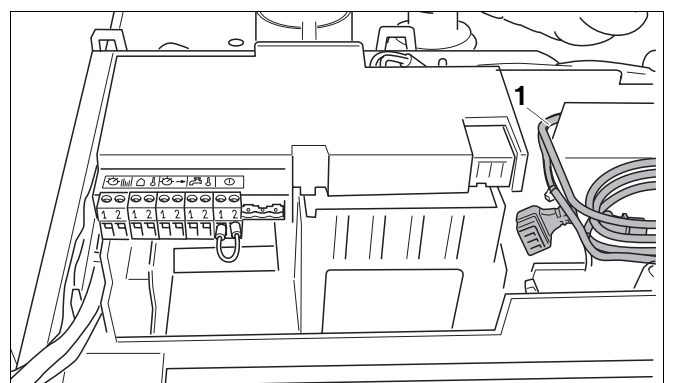

Fig. 15 Aansluitkabels van de pomp
- Rol de beide aansluitkabels van de pomp uit, en voer ze door het cv-toestel naar buiten (fig. 15 en 16).